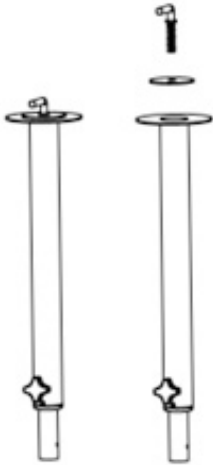

Abb. 1
5. Entfernen Sie die Schraube der Sockelbefestigung Nr. 10 und die Unterlegscheibe Nr. 9 von der Unterseite des Außenrohrs Nr. 7 (Abb. 1).
6. Stecken Sie das Außenrohr in den Sockel Nr. 8 (Nase am Standrohr und Aussparung im Sockel müssen ineinander liegen, Abb. 1) und drehen Sie beides um, während Sie das Außenrohr festhalten.